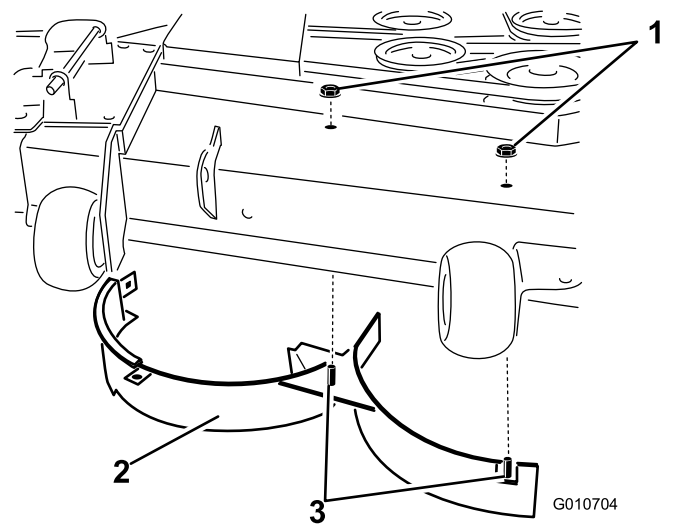

Bild 14
8. Entfernen Sie die zwei Sicherungsmuttern (5/16"), mit denen die geschweißten Streben des rechten Ablenkblechs oben am Mähwerk in der Mitte und rechts von der Mittelstellung befestigt sind (Bild 14).